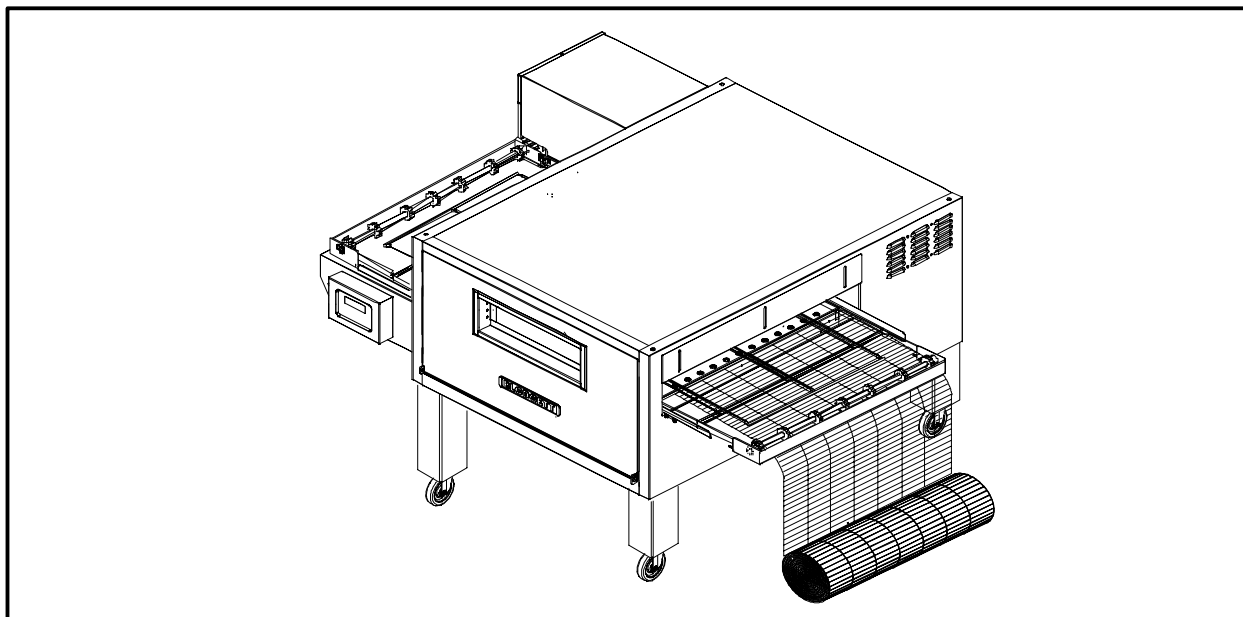

Abbildung 11
1. Ziehen Sie das Förderband von der rechten Ofenseite aus auf. An beiden Enden des Förderbands befinden sich Schleifen. Diese Schleifen müssen sich auf dem Förderbandgestell rückwärts bewegen, damit es nicht zu Beschädigungen kommt. Die korrekte Ausrichtung des Bands sehen Sie in Abbildung 11.